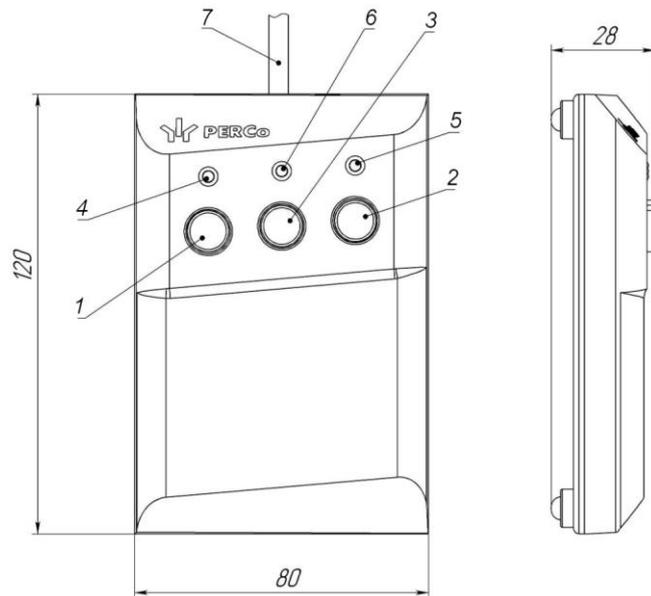
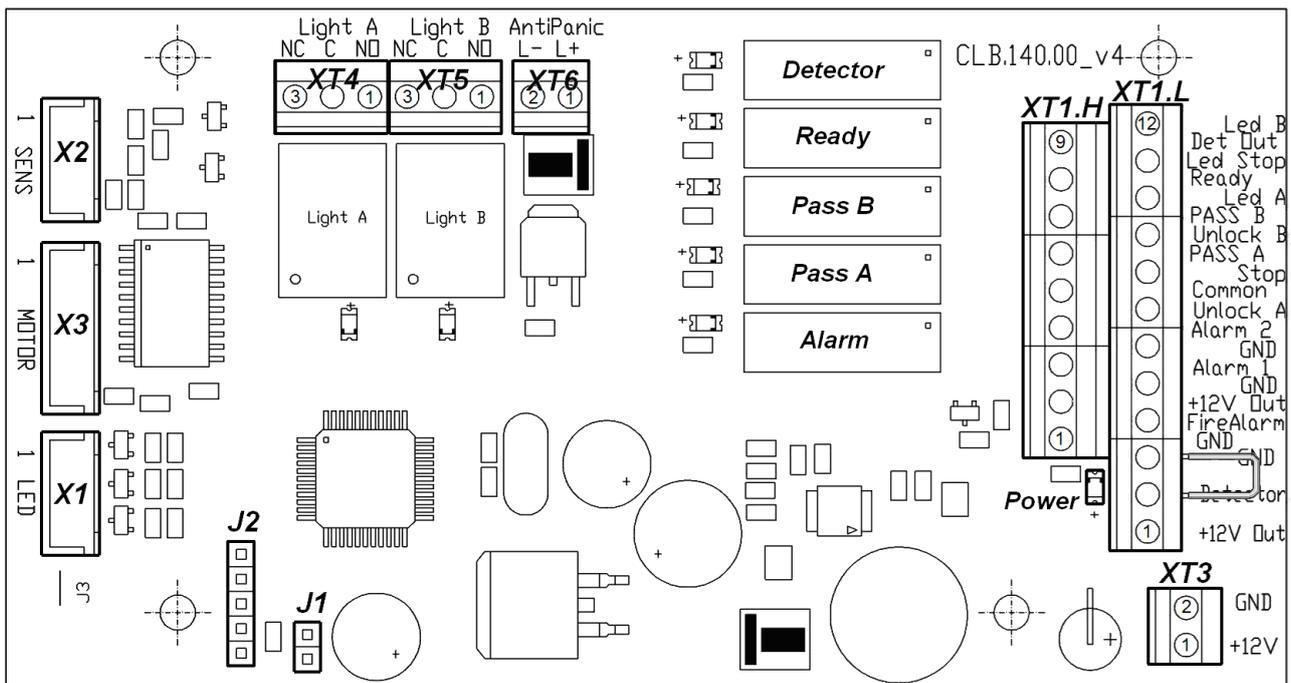

Рисунок 4. Общий вид и габаритные размеры ПДУ
Рисунок 5. Внешний вид платы управления
ПДУ (11) выполнен в виде небольшого настольного прибора в корпусе из ударопрочного АБС-пластика и предназначен для задания и индикации режимов работы при ручном управлении турникета. ПДУ подключается к плате управления гибким многожильным кабелем (12) через клеммную колодку **XT1.L** (см. рис. 5). Общий вид ПДУ показан на рис. 4.
Внутри стойки расположен кронштейн с установленной платой управления (см. рис. 5) и клеммами для подключения внешних устройств. К плате подключаются ПДУ, выходы СКУД, устройство РУ (при его использовании), устройство аварийного открытия прохода *Fire Alarm* (далее – *устройство Fire Alarm*). На клеммы подключения внешних устройств выведены линии подключения источника питания, линии управления механизмом картоприемника, линии сигналов считывателей. Подключение внешних устройств производится в соответствии со схемой электрических соединений турникета (см. рис. 12).
На плате управления (см. рис. 5) расположены:
Выбор режима управления осуществляется снятием / установкой перемычки на разъем **J1** платы управления. Расположение разъема **J1** показано на рис. 5. При поставке перемычка установлена, что соответствует импульсному режиму управления турникетом. Для перехода в потенциальный режим управления снимите перемычку. Изменение режима управления произойдет после включения турникета.
Факт подачи напряжения на обмотку реле можно определить по загоранию соответствующего красного светодиода, установленного на плате управления вблизи соответствующего реле (см. рис. 5).